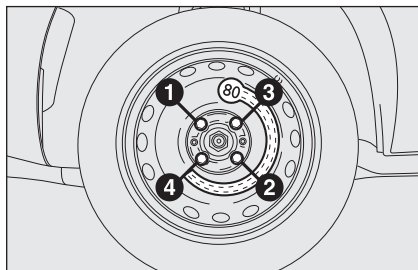

fig. 14
- mediante l'utilizzo della chiave in dotazione, serrare a fondo i bulloni, passando alternativamente da un bullone a quello diametralmente opposto, secondo l'ordine numerico illustrato in **fig. 14**.